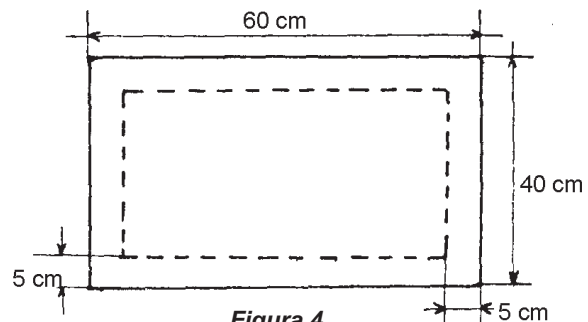

Figura 4
- Corta una pieza de 60 x 40 cm; puntea una línea de 5 cm alrededor de sus cuatro lados, y dóblala hacia arriba (figura 4). Con esto se formarán unos picos en cada esquina.